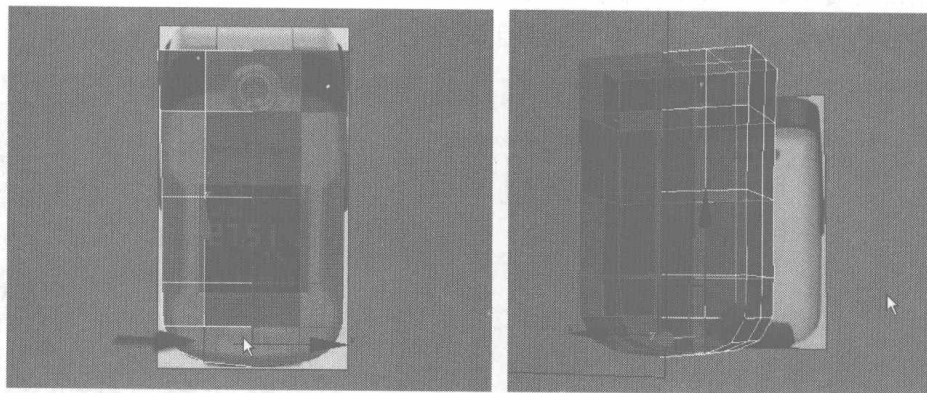

图 4.11
- 07** 在 Front 视图中分别选择如图 4.11 所示 Box 两侧的边界线, 单击右键, 在弹出的快捷菜单中选择 Remove 命令, 将边线删除。